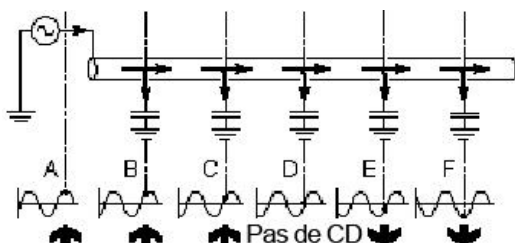

Figure 10.2 : Réinitialisation CD
La figure 10.2 montre une ligne enterrée avec une capacité significative à la masse. Elle montre le déplacement de phase progressif qui intervient le long de la ligne. Le schéma montre un point de référence sur chaque forme d'onde. Tout d'abord, le point de référence apparaît en plein sur la réponse crête d'un demi-cycle positif (A). Progressivement, il se déplace vers le point d'intersection zéro (D) et termine sur la réponse crête d'un demi-cycle négatif (F). Le sens s'est déplacé d'avant en arrière. Au point intermédiaire (D), le flux de courant ne peut être déterminé. À ce stade, les flèches CD du récepteur RD8100 clignotent. Dans l'exemple de la figure, en retournant à (C) qui est le dernier point où un relevé CD a été réalisé, et en effectuant une réinitialisation CD, la réponse en (C) sera égale à celle de (A).